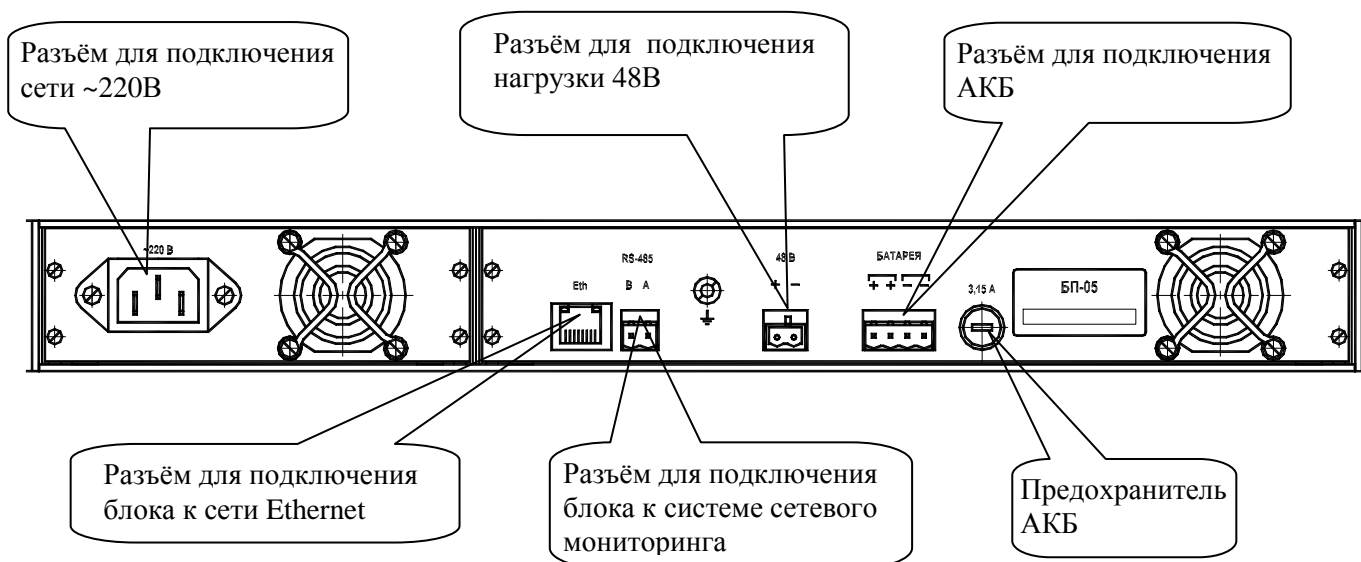

Рисунок 2 - Задняя панель блока
4.1.4. Подключите аккумуляторную батарею к разъёму «БАТАРЕЯ», расположенному на задней панели блока, с помощью шнура из КМЧ (белый "+", черный "-") см. рис. 2. Соедините аккумуляторы в батарею с помощью трёх шин из КМЧ.